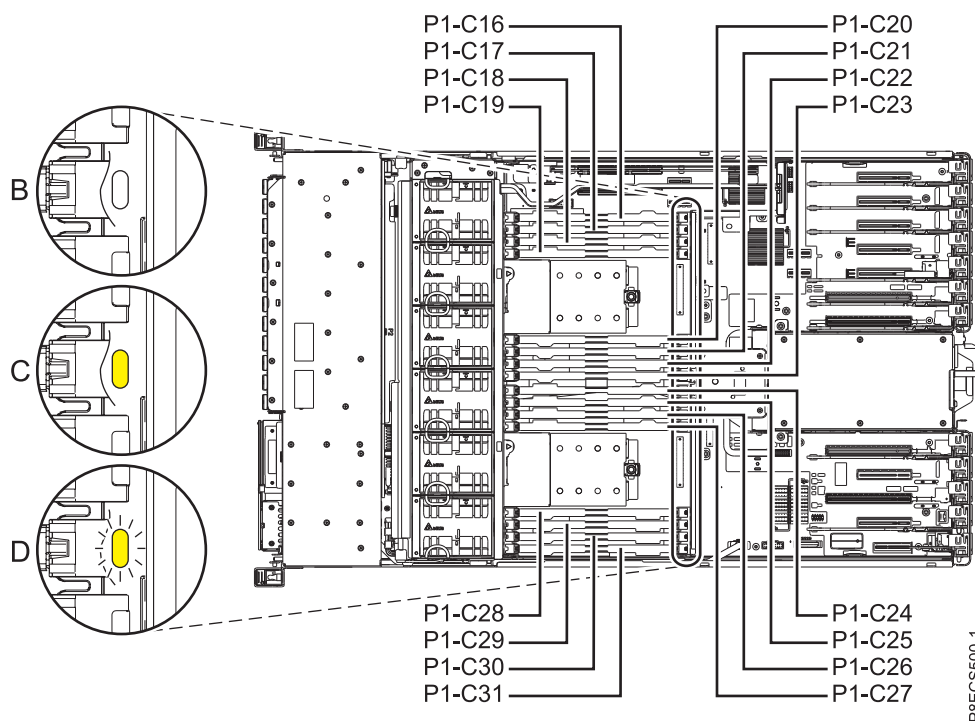

Figure 9. Voyants pour un module de mémoire opérationnel et défaillant
- f. Vérifiez que le voyant orange pour le module de mémoire remplacé est **éteint**, comme illustré dans (B) dans la figure 9.